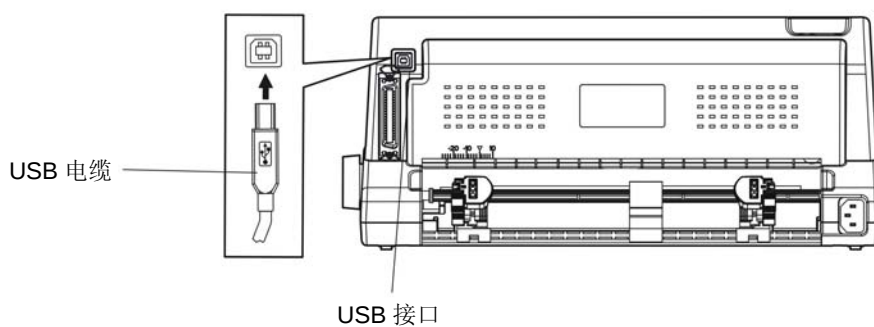
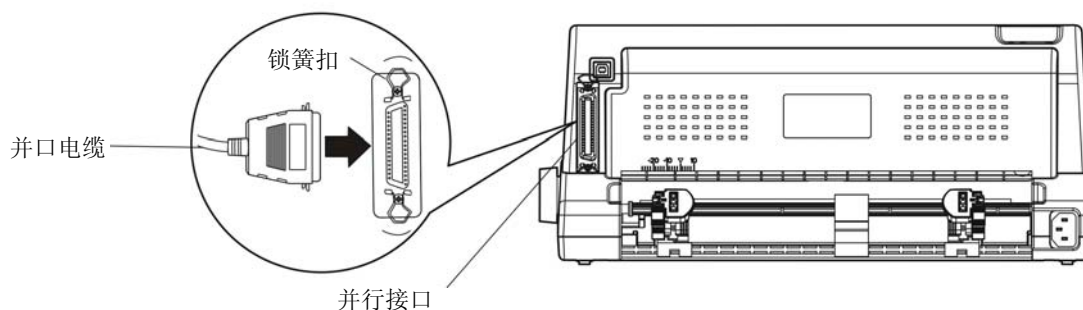

图 2-10 连接 USB 电缆
图 2-11 连接并口电缆
本打印机可配置 USB 接口、并行接口、蓝牙或 Wi-Fi（产品的具体接口配置，以实物为准）。请根据需要，用接口电缆把打印机与计算机相连（如图 2-10 和图 2-11 所示）。
2. 将 USB 电缆的 B 端插头（方型）插进打印机的 USB 接口插座中（如图 2-10 所示）。
2. 将并口电缆的另一端插进计算机的并行接口插座，拧紧两侧的螺丝，固定并口电缆（如图 2-11 所示）。